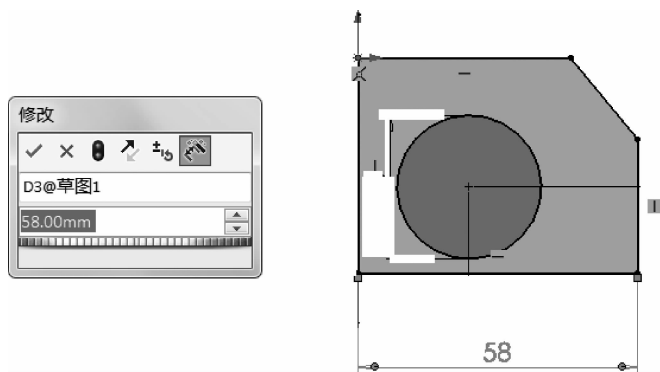
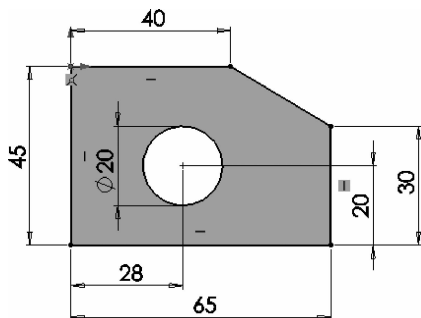

图 1-37 在微调框中输入“65mm”
图 1-38 最终完成的基体零件模型的草图
①单击【智能尺寸】按钮,完成某个尺寸标注(如“58”)的同时弹出【修改】对话框。
②在微调框中输入“65mm”(见图 1-37),单击按钮,完成尺寸的修改。按同样方法标注并修改其他尺寸,最终完成的草图如图 1-38 所示。